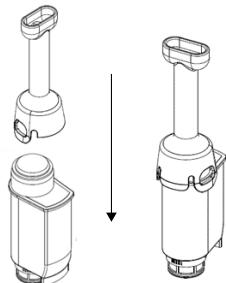

Рис. 12
- ⇨ Вытащите фильтр из бака для воды с помощью держателя для фильтра (Рис. 12).